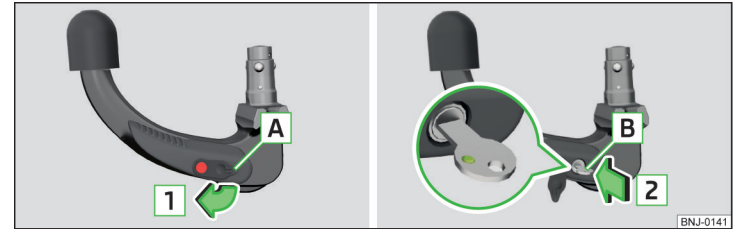

Abb. 243 Kappe vom Schloss abnehmen / Schlüssel in das Schloss stecken
- › Die Kappe **A** vom Schloss in Pfeilrichtung **1** » Abb. 243 abnehmen.